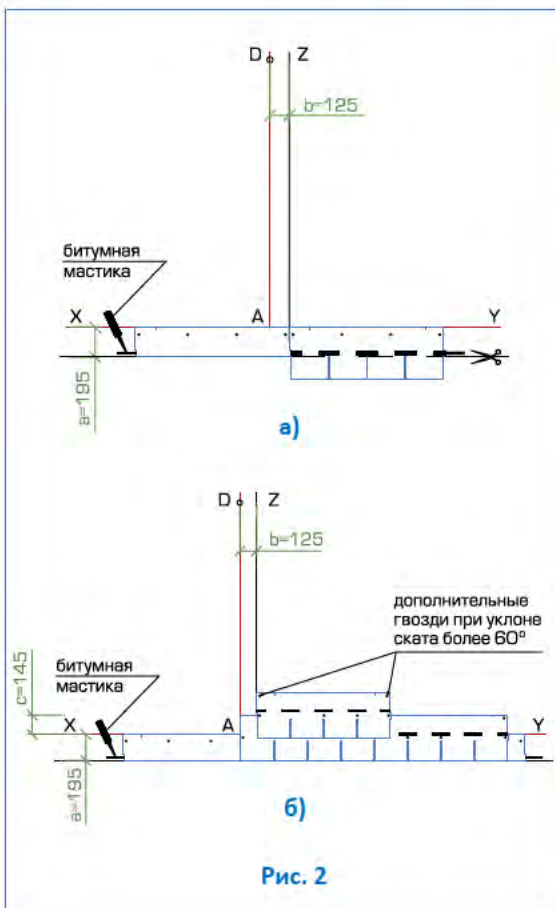

Рис. 2
Укладка материала (рис. 2)
- Начальный ряд формируется из листов черепицы ВИНТАЖ обрезанных по линии образованной конечными точками вырезов. Полученные таким образом полосы шириной 19,5 см укладываются по линии карниза в обе стороны от линии Z (рис. 2а) и фиксируются по нижнему краю битумной мастикой, а по верхней кромке 4 гвоздями (ось гвоздей на 5 см ниже верхнего края полосы);
- далее первый ряд черепицы укладывается от линии AD (рис. 2б);
- второй ряд укладывается от линии Z (со смещением 12,5 см от AD) (рис. 2б);
Каждый лист гибкой черепицы ВИНТАЖ крепится 4 гвоздями (ось гвоздей на линии битумных клеевых полос) таким образом, чтобы гвоздь прошивал и верхний край нижележащего листа черепицы (рис. 2б).